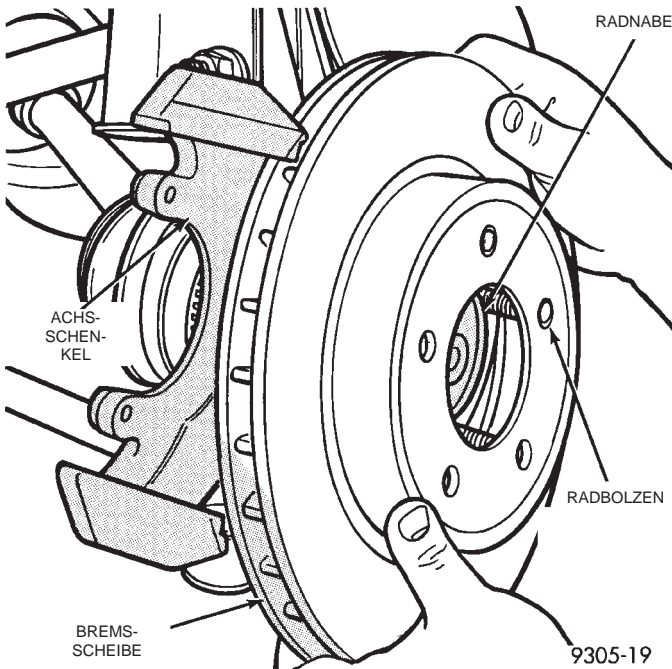

Abb. 3 Bremsscheibe abbauen
(4) Die Bremsscheibe abbauen. Dazu die Bremsscheibe gerade von den Radbolzen abziehen (Abb. 3).